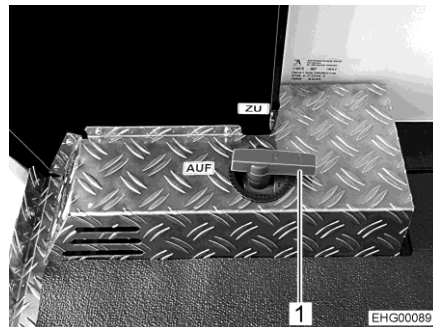

Bild 206 Bedienhebel (Ablasshahn)
Der Bedienhebel (Bild 206,1) für die Abwasserentsorgung befindet sich in der Heckgarage. Das Ablaufrohr mit Anschluss für einen Abwasserschlauch befindet sich unter dem Fahrzeug.
- Ablasshahn öffnen. Dazu den Bedienhebel (Bild 206,1) in Stellung "AUF" drehen. Das Abwasser läuft ab.
- Nachdem das Abwasser vollständig abgelaufen ist, den Ablasshahn wieder schließen. Dazu den Bedienhebel (Bild 206,1) in Stellung "ZU" drehen.